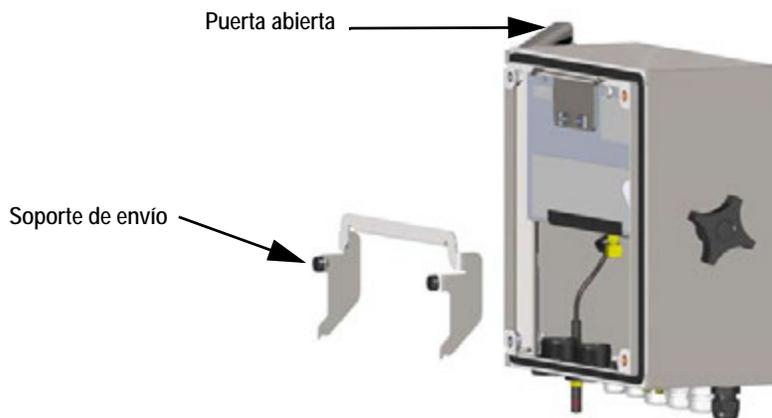

Imagen 2-2. Extracción del soporte de envío
2. Tire de la puerta y extienda la bisagra por completo para abrirla. Consulte la Imagen 2-2.